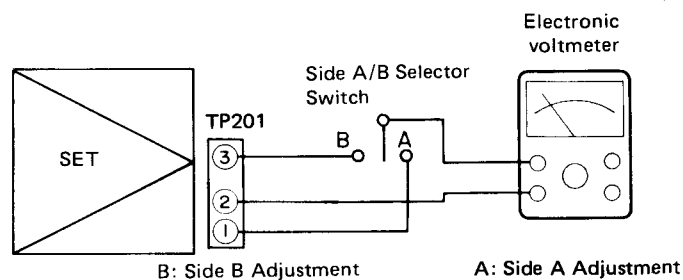

Figure 42-1
1. Make a connection of instruments as shown in Fig. 42-1 and load the unit with a test record (TOSHIBA: LF-1003) or an ordinary LP record (as clean as possible) having a wide lead-out area.
1. Die Instrumente gemäß Abb. 42-1 anschließen, und in das Gerät eine Testschallplatte (TOSHIBA: LF-1003) oder eine gewöhnliche (möglichst saubere) Langspielplatte mit großem Auslaufbereich einsetzen.
1. Brancher les instruments montrés sur la Fig. 42-1 et charger un disque d'essai (TOSHIBA: LF-1003) ou un disque 33 tours ordinaire (aussi propre que possible) qui présente une zone large de retranchement.